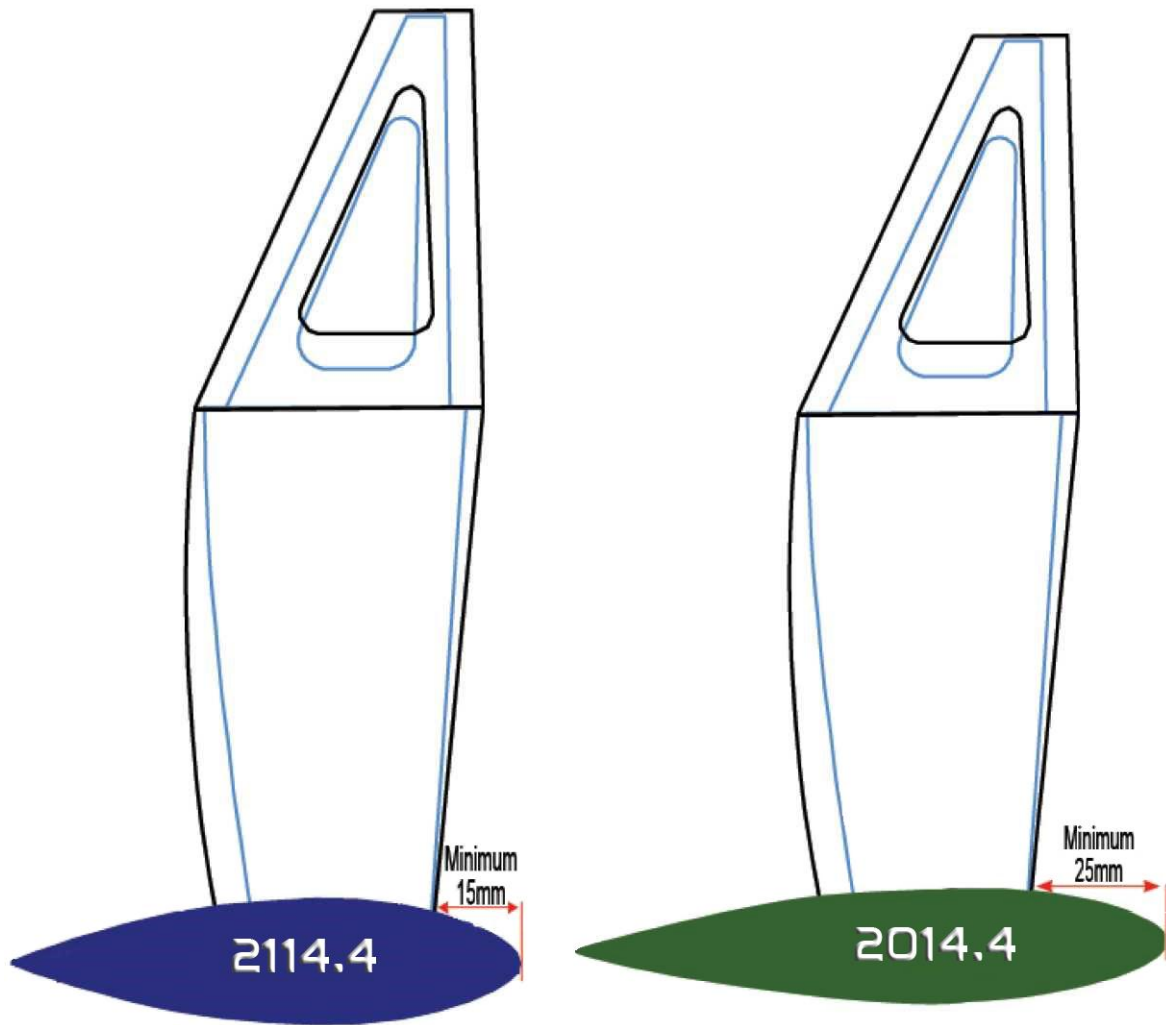

Figure 2 : Positionnement des ballasts
3.9 La distance minimale entre le bord d'attaque de la quille et l'avant du lest est de 15 mm pour le lest cMM (n° d'article 2114.4) et de 25 mm pour le lest rMM (n° d'article 2014.4) et le lest nMM (n° d'article 2014.4) et le lest nMM (n° d'article 2014.4) HCB2550x6). Voir la figure 2.